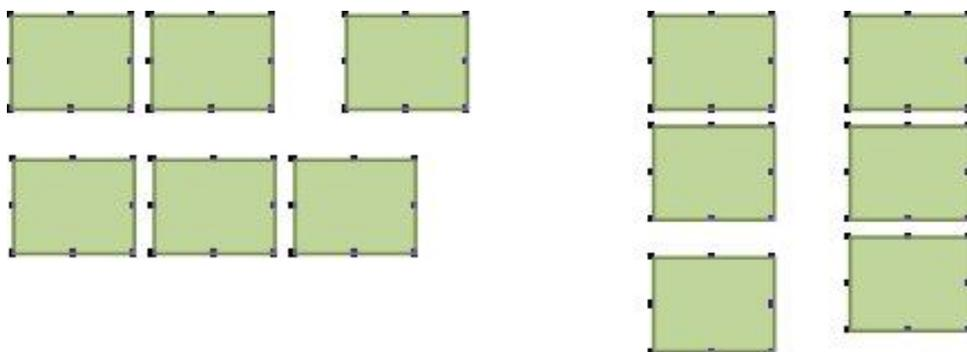

Рисунок 276 – Выравнивание интервалов между элементами
**Команда «Одинаковые интервалы по вертикали»** – по первому интервалу сверху (рисунок 276).